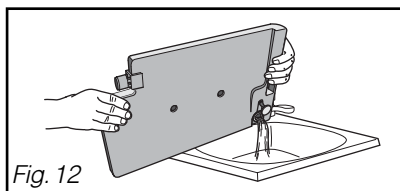

Fig. 12
**Le bac de récupération doit être vidé après chaque cycle de séchage (Fig.12).**
– Videz le bac (Fig. 12).